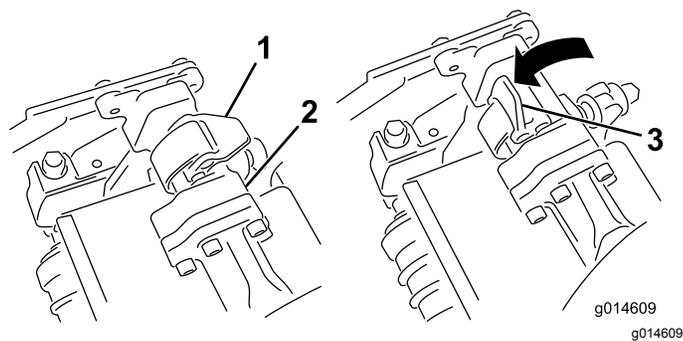

**Рисунок 11**
7. При установке центрального режущего блока поднимите подножку, поверните ее вверх, чтобы открыть доступ к месту для центрального режущего блока (Рисунок 11).